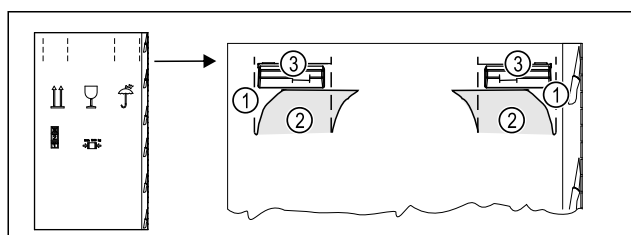

Fig. 6
- ▶ Embalažno škatlo pritisnete zgoraj na perforaciji Fig. 6 (1).
- ▶ Izvlecite not potisnjene zanke Fig. 6 (2).
- ▶ Nosilni ročaj Fig. 6 (3) desno in levo je viden.
- ▶ Napravo držite za nosilne ročaje Fig. 6 (3).